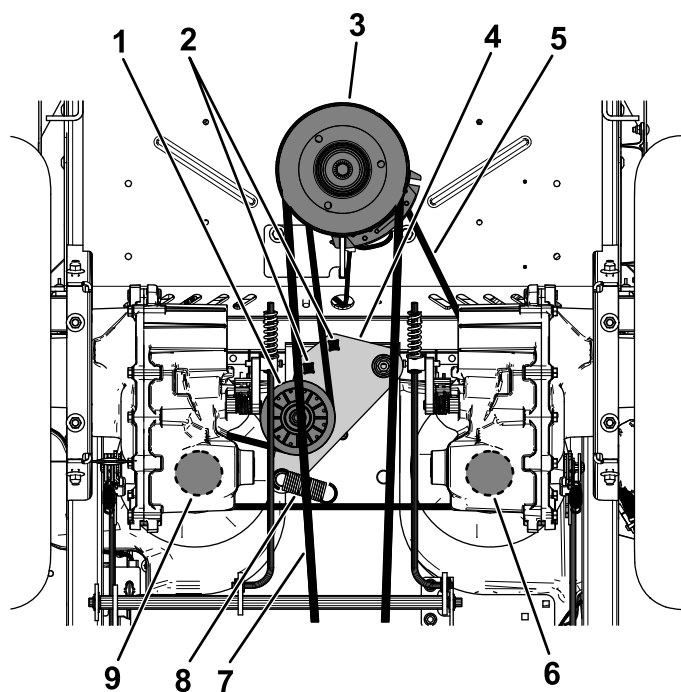

Figura 60
5. Utilize uma lingueta de $\frac{1}{2}$ pol. ou uma barra disjuntora num dos furos quadrados no braço intermédio para remover a tensão na mola intermédia (Figura 60).
6. Retire a correia existente da polia intermédia, duas polias de transmissão da bomba hidráulica e da polia do motor (Figura 60).
7. Instale a nova correia em torno da polia do motor e das duas polias da bomba hidráulica (Figura 60).